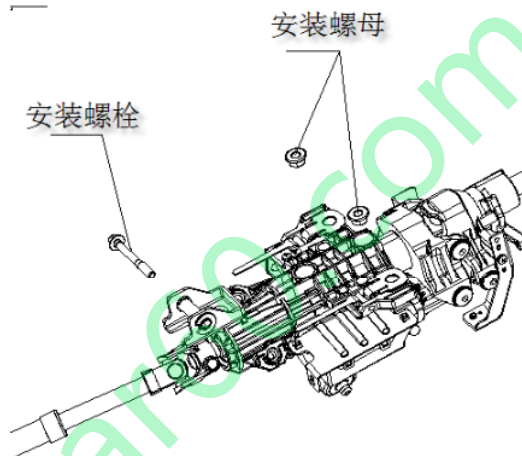

图 3-9
① 从转向管柱上脱开接插件和线束卡扣。
② 拆下 1个安装螺栓和2个安装螺母，取下转向管柱及万向节总成。如图3-9所示。